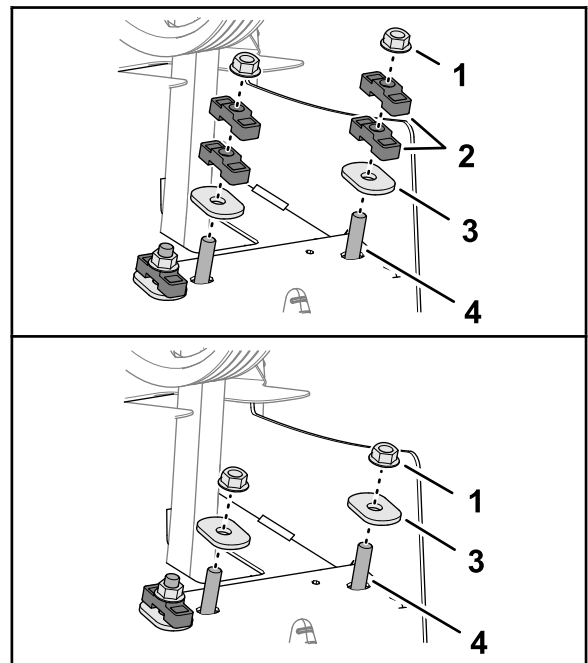

Figura 134
6. Fixați arborele amortizorului și distanțierul la cadrul din spate cu aibele ovale întărite și contrapiuli (Figura 134).